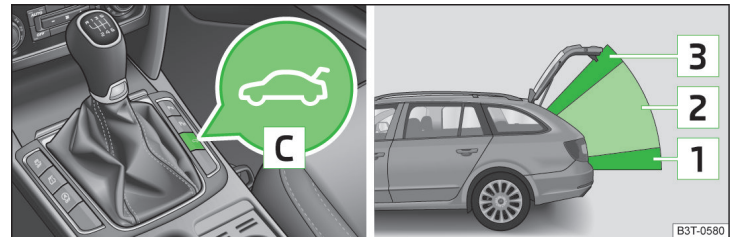

Fig. 42 Operarea capotei / Zone de operare
- Cu tasta C din consola centrală » fig. 42.
Sistemul deosebește 3 zone de operare, în care funcția elementelor individuale de comandă se schimbă » fig. 42. De asemenea, se face diferența și între pozițiile finale ale capotei portbagajului - complet închisă în încuietorea încuiată și complet deschisă. ▶
| 1 ton întrerupt      | Deschidere (de la tasta ↔ e pe cheia cu telecomandă sau de la tasta C » <a href="#">fig. 42 la pagina 59</a> )Închiderea automată a capotei » <a href="#">pagina 59</a> , ! în capitolul Introducere în temă |